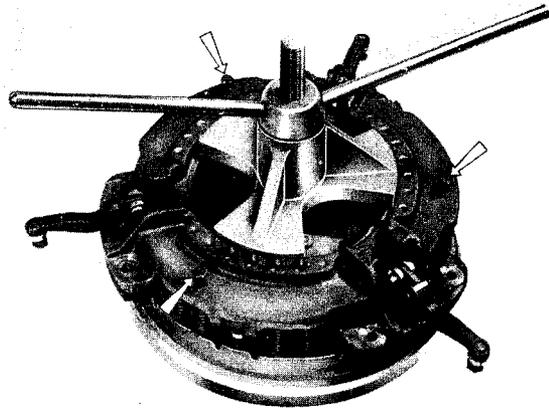

Fig. 5
- 6° Remplacer les goujons par les vis de montage (fig. 5).